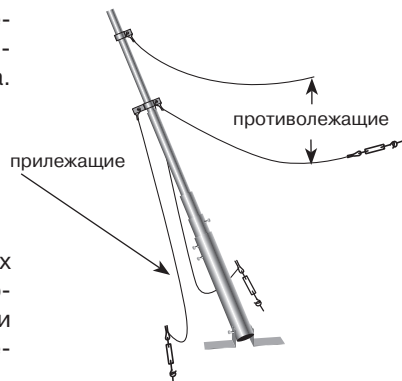

Рисунок 10.
12. Зацепите крюки талрепов двух прилежащих ветвей всех ярусов оттяжек за соответствующие им элементы крепежа. **Рис. 10.**
13. Используя противоположные ветви всех ярусов оттяжек, поднимите мачту в вертикальное положение и зацепите крюки талрепов за свободные элементы крепежа. **Рис. 10.**